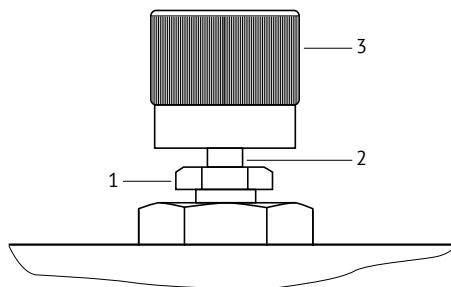

Рис. 3. Вентиль:
8.2 При ежедневном техническом обслуживании производят внешний осмотр, очищают от загрязнений и пыли сухой ветошью. Проверяют целостность резиновых уплотнений стоек, в случае их повреждений — заменяют. Проверяют наличие смазки на резьбовой части *вентилей 2 (Рис. 3)*, при ее отсутствии или недостаточном количестве производят смазывание консистентной смазкой ЛИТОЛ — 24 ГОСТ 21150-87.
Нарушена герметичность уплотнения вентиля	Подтянуть прижимную втулку 2 (Рис. 3)